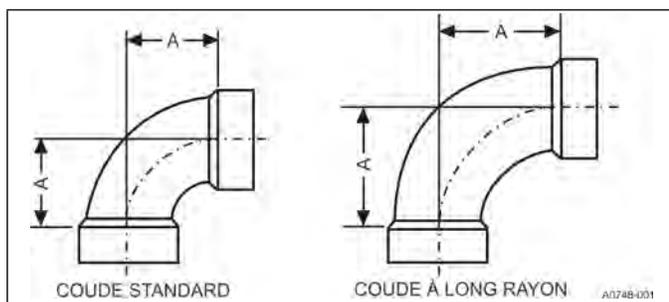

FIGURE 22 : Dimensions des coudes
1. Il est conseillé d'utiliser des coudes à grand rayon pour les systèmes d'évacuation et de ventilation. Il est possible d'utiliser des coudes standard pour les systèmes d'évacuation et de ventilation, mais ceux-ci ont une plus grande longueur de conduit équivalente, ce qui réduit la longueur totale de conduit permise. Les coudes à court rayon (plomberie ou systèmes sous pression) ne sont pas permis pour la ventilation. Les dimensions de coude standard acceptables sont indiquées dans la figure 22.
Coude	Dimension A (figure 22)